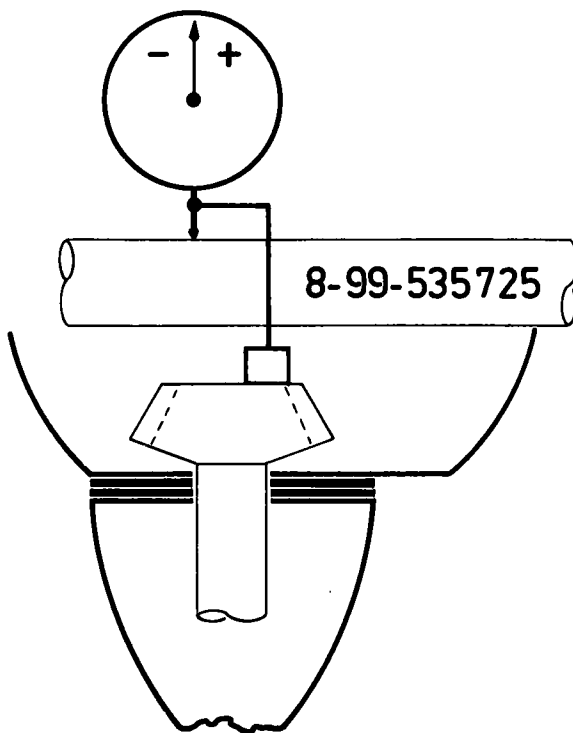

Fig. 12
- Corrigeer nu met behulp van de opvullingen (53) de plaats van de pignon; indien opvullingen worden bijgeplaatst, wordt de afstand tussen de pignon en de meetas groter, dus wijst de meetas een grotere waarde aan (fig. 12).
- Verwijder het pignonhuis weer en houd de opvullingen (53) bij het pignonhuis.